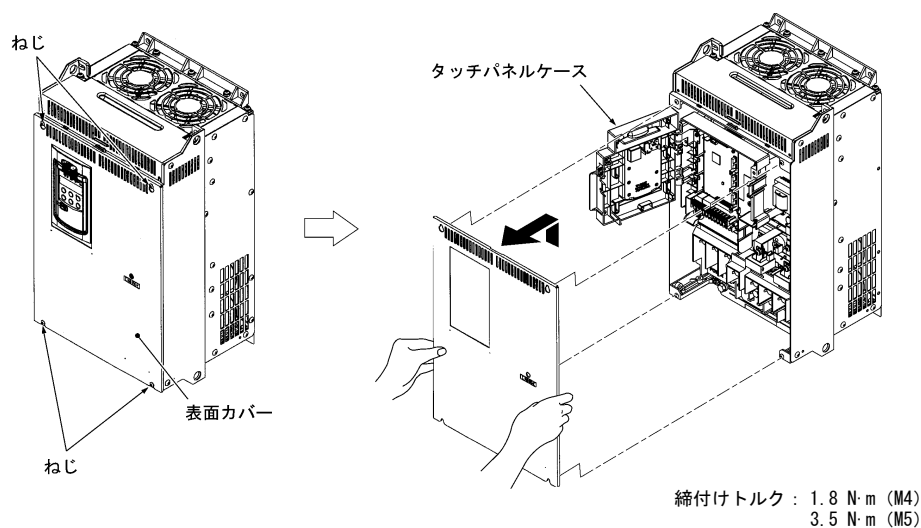

図 2.5 表面カバーの取外し (FRN30G1S-2J の場合)
(2) 30~630kW の場合
- ① 表面カバーのねじを緩め、表面カバーの左右両端を手で支え、上にスライドさせて取り外してください。
- ② 配線作業を行った後、表面カバー上部をカバーの穴と合わせ、図 2.5 の逆手順で取り付けてください。